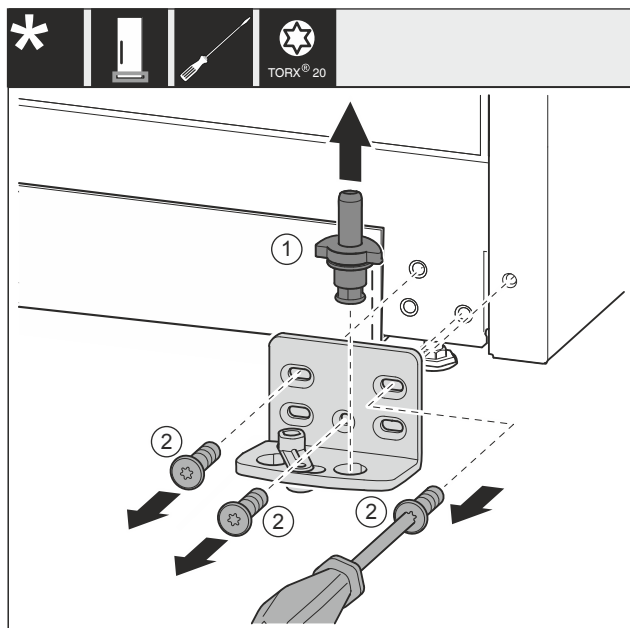

Fig. 34 *
- ▶ Ležajni sornik Fig. 34 (1) v celoti izvlecite v smeri navzgor.*
- ▶ Odvijte vijake Fig. 34 (2) z izvijačem in snemite ležajni podstavek.*